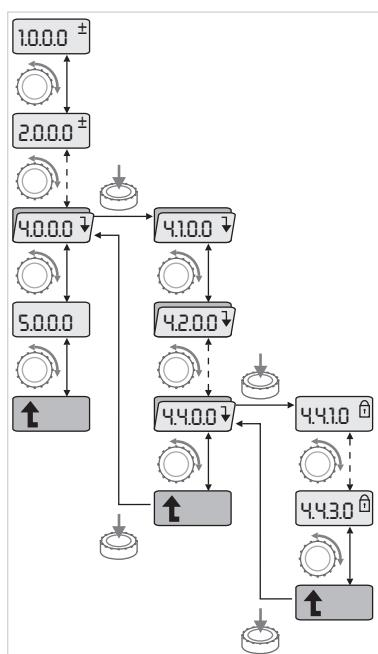

Fig. 43: Navigointiesimerkki
- Yleinen navigointi valikossa tapahtuu seuraavasti (esimerkki, katso Fig. 43):